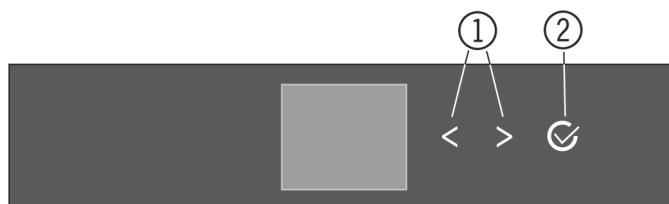
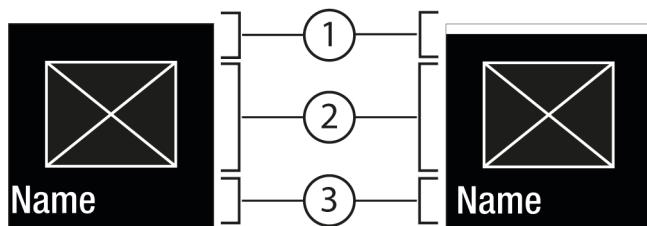
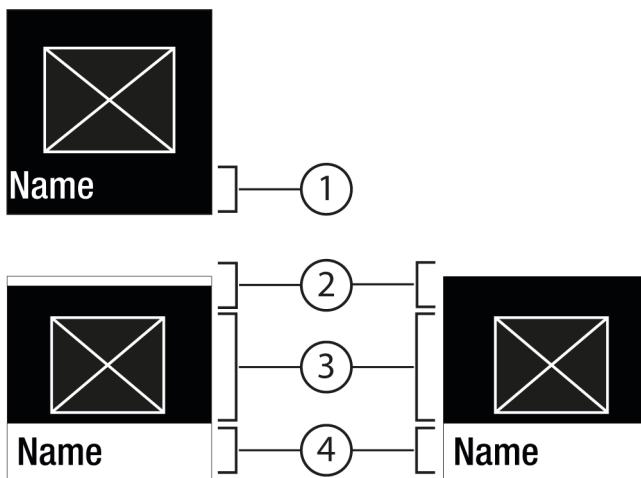

Fig. 5
Fig. 6
Fig. 7
(1) Navigační šipka doleva / doprava
(2) Potvrzení
Navigační šipka doleva / doprava Fig. 5 (1):
Potvrzení Fig. 5 (2):
- Navigujte navigační šipkou doleva / doprava Fig. 5 (1).
- Pomocí Potvrzení Fig. 5 (2) vyvolajte podmenu Fig. 7 (4).
- Nastavení nové hodnoty: Vyberte pomocí Potvrzení Fig. 5 (2) deaktivovanou hodnotu Fig. 6 (1).
- Zpět do menu: Vyberte pomocí Potvrzení Fig. 5 (2) již aktivovanou hodnotu Fig. 6 (2).
- Navigační šipky Fig. 5 (1) stiskněte tolíkem, až se zobrazí.
- Stiskněte Potvrzení Fig. 5 (2).
- Tiskněte navigační šipky Fig. 5 (1), dokud se nezobrazí funkce.
- Navigačními šipkami Fig. 5 (1) zvolte hodnotu nastavení.
- ▷ Stav: aktivováno Fig. 6 (1) se krátce zobrazí v podmenu Fig. 7 (4).
- Tiskněte navigační šipky Fig. 5 (1), dokud se nezobrazí nastavení .
- Tiskněte navigační šipky Fig. 5 (1), dokud se nezobrazí požadované nastavení.
► Stiskněte Potvrzení Fig. 5 (2).
- Tiskněte Potvrzení Fig. 5 (2) 3 sekundy.